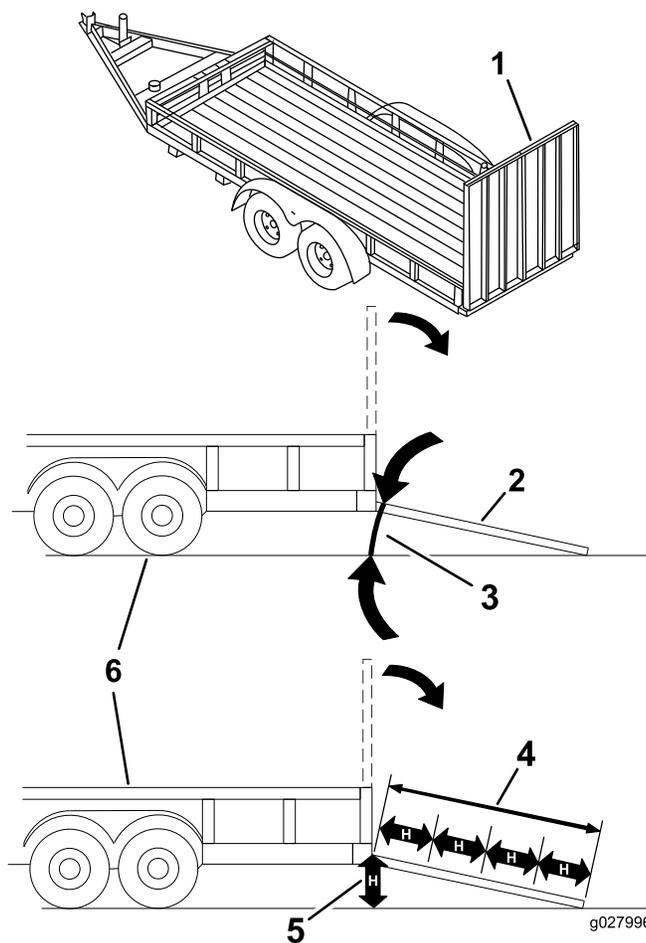

Рисунок 27
При погрузке машины на прицеп или грузовик повышается вероятность опрокидывания, что может привести к получению тяжелой травмы или гибели (Рисунок 27).
3. Опустите наклонный въезд, убедившись, что угол между наклонным въездом и поверхностью земли не превышает 15 градусов (Рисунок 27).
1. Опустите наклонный въезд, убедившись, что угол между наклонным въездом и поверхностью земли не превышает 15 градусов (Рисунок 27).